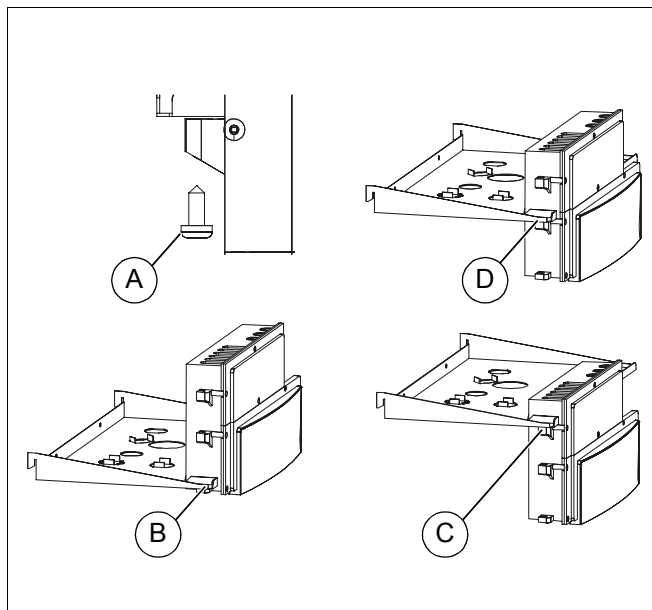

Рис. 53 Перестановка монтажной полки
Для облегчения работ по техническому обслуживанию можно установить монтажную полку в среднее (рис. 53, **поз. D**), верхнее или нижнее положение.
- Ослабить три крепежных винта монтажной полки (рис. 53, **поз. A**).
- В заключение выровнять монтажную полку соответственно в нижних отверстиях (рис. 53, **поз. B**) и закрепить.